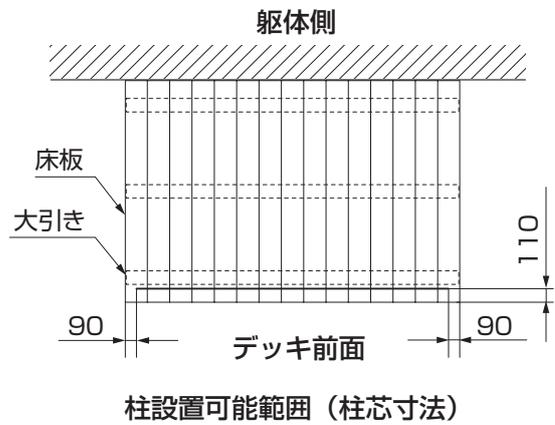
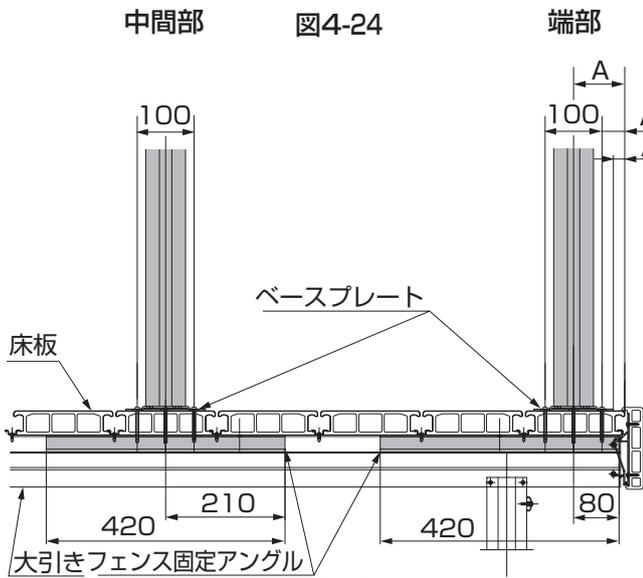
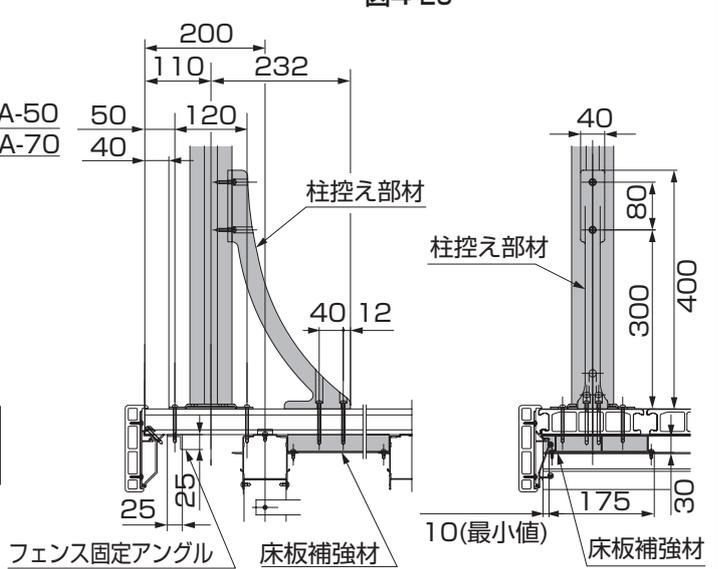

図4-25
図4-26
図4-27
- デッキの中間部に立てる場合、端部に立てる場合には図4-24、図4-25、図4-26、図4-27を参照して取付けてください。
- 図4-26のA寸法値の最小値は90mmです。
- 図4-26のA寸法値の最大値は、フェンス固定アングルに手が届く約400mmの範囲内で自由に設定することができます。
②柱と柱控え部材を取付けるネジ位置をマーキングしてください。
③マーキングした床板にφ5.5の下孔をあけてください。(※1)
④ベースプレートを【4-2】で、床板の下の大引きまで3ヶ所取付けてください。
⑤デッキ前面の中心の下孔とフェンス固定アングルの孔を合わせて、ベースプレートを【4-3】で取付けてください。(※2)
⑥【4-2】で、床板の下にフェンス固定アングルをあてて2ヶ所取付けてください。
⑦柱控え部材を【5-2】で、床板の下の床板補強材に固定してください。
⑧柱に柱控え部材を【5-1】で、固定してください。